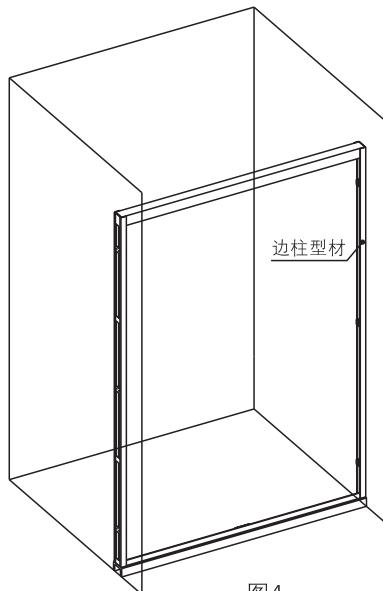
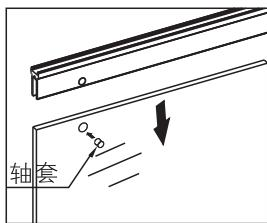
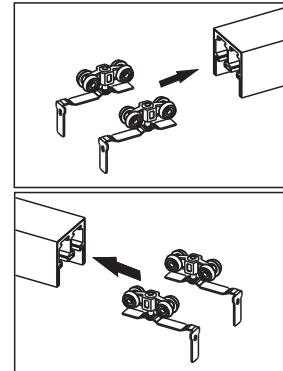

图4
图4-3
图4-1
5.先将滑轮与七字钢片装配好,然后分别卡入“上导轨型材”中,注意钢片放置方向(如图4-1所示),再将“上导轨型材”插入边柱型材中(如图4,4-2所示),随后将铝材AL-343GM分别卡入活动平玻璃中(注意卡入铝材前要将轴套放入玻璃孔中),用螺丝锁紧并盖上装饰盖(如图4-3、4-4所示)。